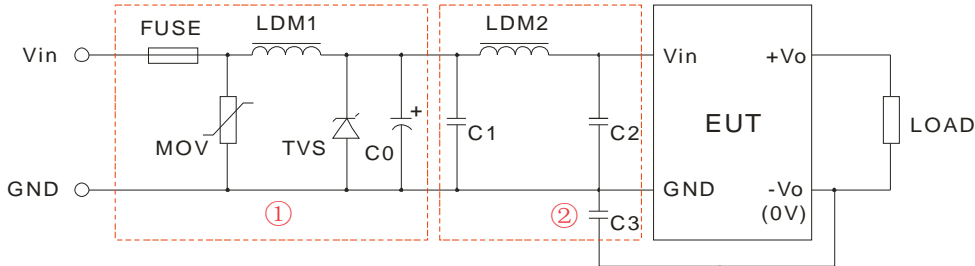

图 1
辐射骚扰	CISPR22/EN55022 CLASS A(裸机)/CLASS B（推荐电路如图 1-②或图 3）
注: 1.图 1 中第①部分用于 EMS 测试; 第②部分用于 EMI 滤波, 可依据需求选择;